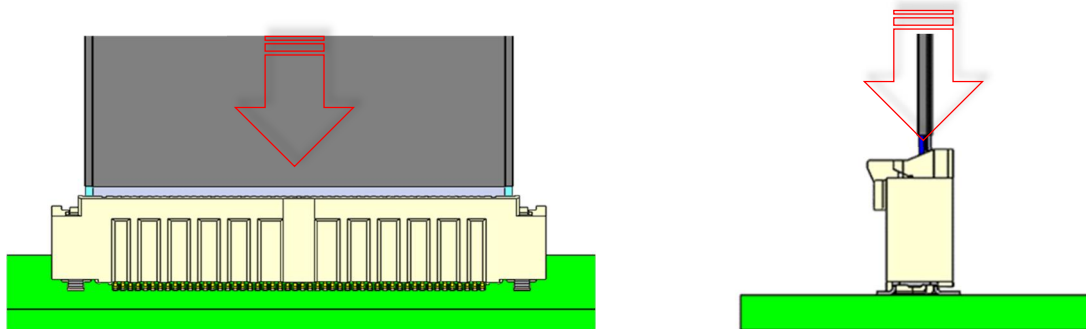

図. 2-4 FFC/FPC 挿入方法 4
- ③ 図 2-4 の様に、FFC/FPC をコネクタに対して、垂直に挿入していき、奥までしっかり挿入する。